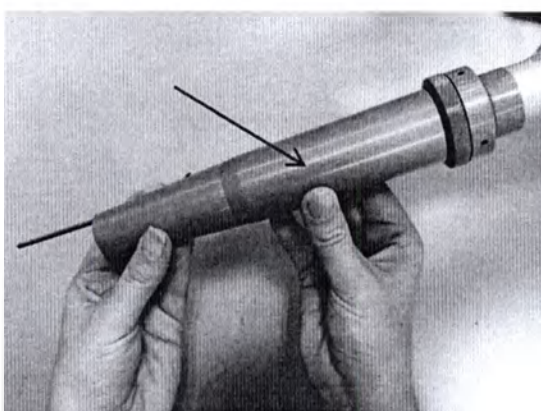

Рис. 5.5 – Части манипулы
5.3.1.6 Для того чтобы заменить, либо очистить защитное окно манипулы, раскрутите части манипулы как показано на рис. 5.5.